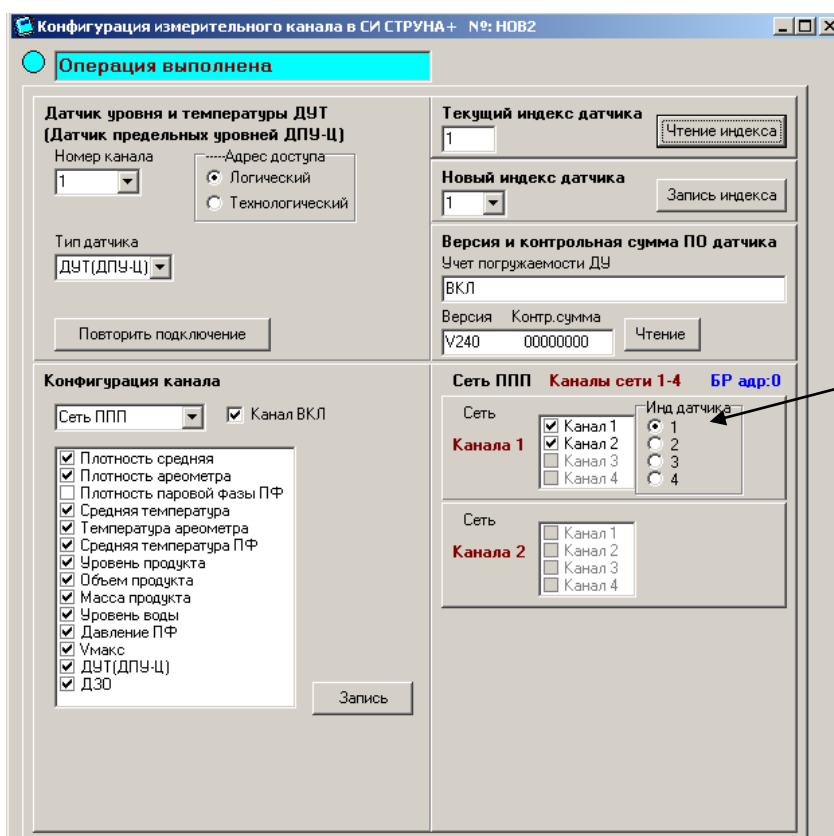

Рисунок 5.36
5.6.5.9 Аналогично п. 5.6.5.6 выбрать тип датчика ДУТ (ДПУ-Ц). Для датчика ДПУ-Ц канала 1 используем значение параметра «Адрес доступа» – «Логический». Для этого выберем значение индекса равно 1 (стрелкой указан выбор индекса 1 на рисунке 5.36). Нажать на кн. «Чтение». Если ДПУ-Ц канала 1 имеет индекс адреса равный 1, то на верхнем табло появится надпись «Операция выполнена» и справа версия ПО и контрольная сумма (рисунок 5.36). Нажать на кн. «Чтение индекса». Под надписью «Текущий индекс датчика» должно появиться значение «1» (рисунок 5.36). Если на верхнем табло появится надпись «Ошибка 103:9В», то выполнить установку индекса адреса ДПУ-Ц в значение «1» используя значение параметра «Адрес доступа» – «Технологический» и магнитный ключ согласно Приложению В. Выполнять данный пункт можно сразу со значением параметра «Адрес доступа» – «Технологический».